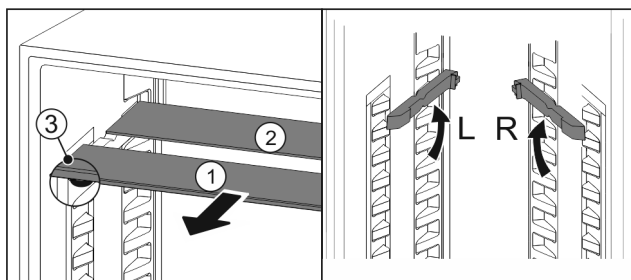

Fig. 35
- Skleněné desky jednotlivě vytáhněte dopředu Fig. 35 (1).
- ▷ Skleněná deska Fig. 35 (1) s ozdobnou lištou leží vpředu.
- ▷ Záračky Fig. 35 (3) směřují dolů.